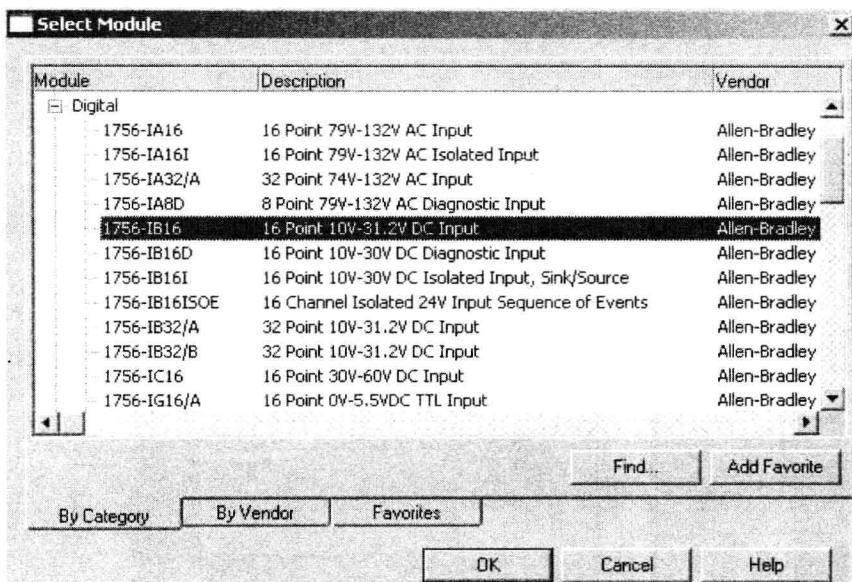

图 2-3 模块选择对话框
- 2) 显示 Select Module 对话框, 如图 2-3 所示。图中附有可选模块的清单, 可以首先在对话框下部选择模块类型, 比如 Digital 表示数字量模块, 然后在下拉列表中找到所需的模块型号即可, 例如 16 点数字量输入模块 1756-IB16。